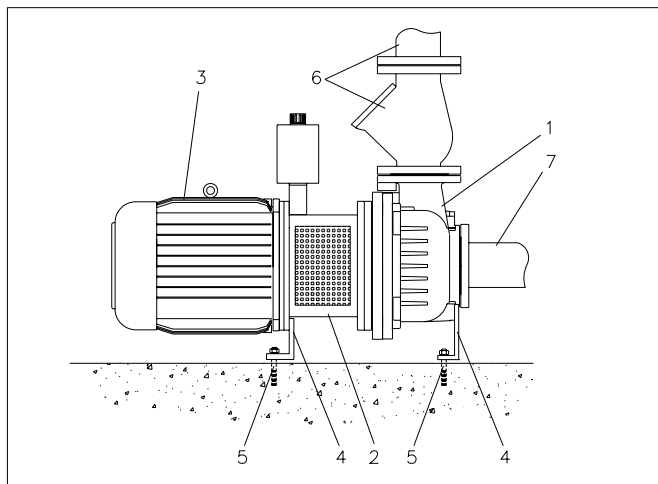
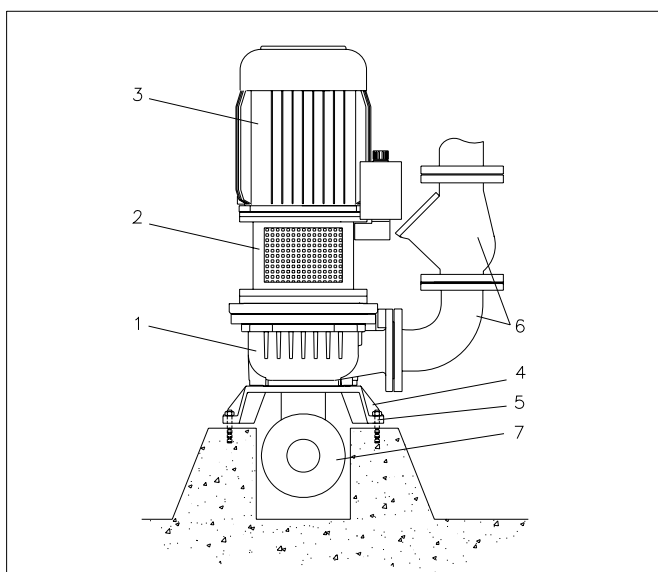

Fig. 7.5
Fig. 7.6
Når pumpen i dens kortkoblede udførelse opstilles horisontalt eller vertikalt, jfr. fig. 7.5 og fig. 7.6.
- Foden fæstnes til funderingen ved de 4 befæstelseshul jfr. fig. 7.5 og fig. 7.6 pos. 5.